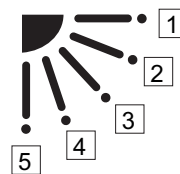

Fig. 3
* Réglage de "**YYYY**" (voir Fig.3)
Si la position des volets est sur **4** ou **5** et que l'unité est en mode froid ou sec, la position des volets est déplacé sur 3 et l'opération est lancée. (voir Fig.3)
A ce moment, les volets non sélectionnés sont déplacés vers la position 1. (voir Fig.3)